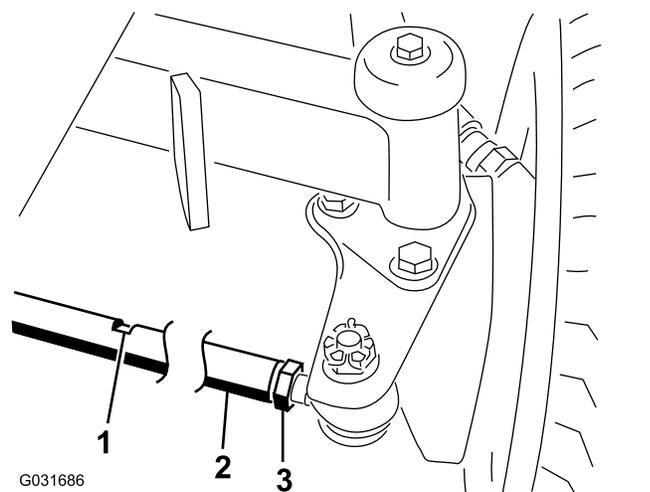

図 60
2. 各タイロッド図 60 の端についているジャムナットをゆるめる。